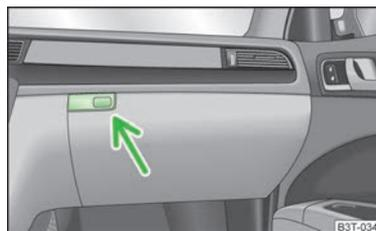

Abb. 87
- Die Taste » Abb. 87 drücken, die Klappe klappt herunter.